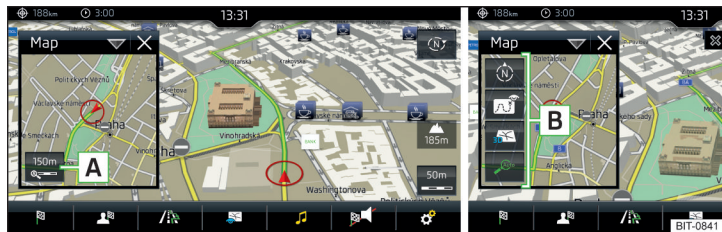

Fig. 225 Mapa en la ventana adicional
► Pulse en la ventana adicional la superficie funcional **A** » fig. 225.